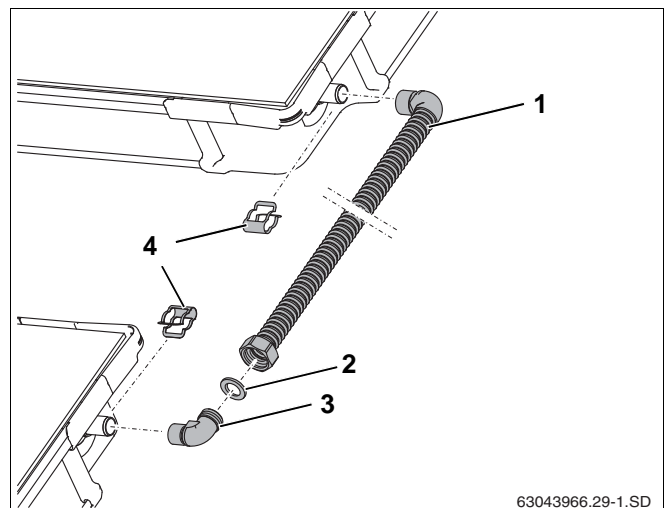

Fig. 60 Forbindelsessæt mellem to solfangerrækker
Hvis tilslutningsrøret (fig. 60, **pos. 1**) skal afkortes, skal monteringsstrinene i kapitel "Etablering af tætningsflade:", side 36 følges.
- ▶ Læg pakningen (fig. 60, **pos. 2**) ind i omløberen.
- ▶ Læg vinklen (fig. 60, **pos. 3**) ind i omløber G1, placér den rigtigt, og skru fast.
- ▶ Sæt tilslutningsrøret (fig. 60, **pos. 1**) på solfangertilslutningerne, og fastgør med klemmer (fig. 60, **pos. 4**) fra tilslutningssættet.